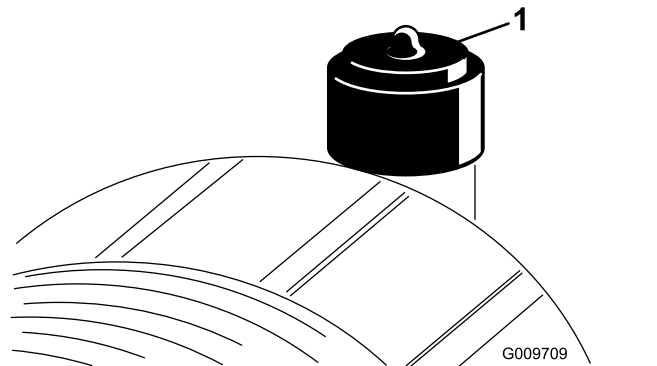

Figura 46
Revise el filtro del limpiador de aire únicamente cuando el indicador de mantenimiento (Figura 46) lo requiera. El cambiar el filtro antes de que sea necesario aumenta la posibilidad de que entre suciedad en el motor al retirar el filtro.
2. Reinicie el indicador (Figura 46) si se ve rojo.